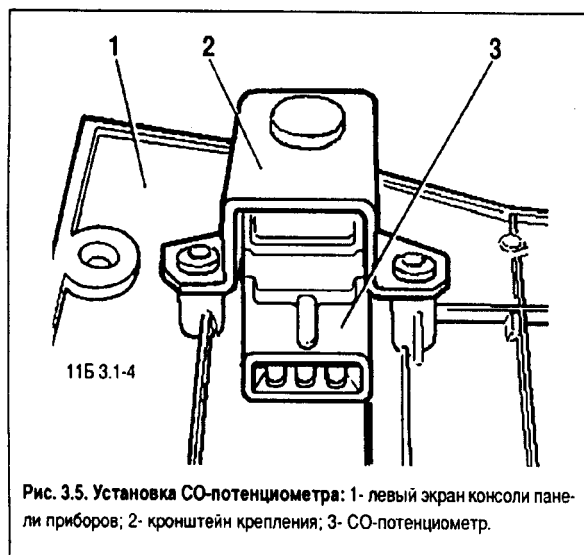

Рис. 3.5. Установка СО-потенциометра: 1- левый экран консоли панели приборов; 2- кронштейн крепления; 3- СО-потенциометр.
1. Снять левый экран консоли панели приборов 1 (рис. 3.5).